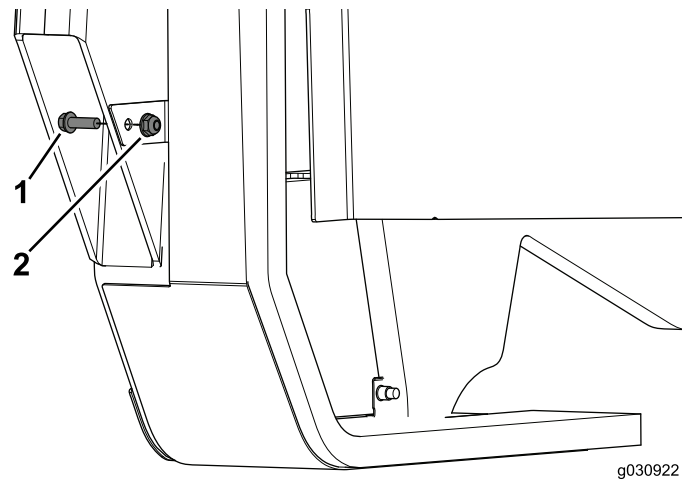

图30
3. 用 1 个螺栓 (1/4 x 3/4 英寸) 和凸缘螺母 (1/4 英寸) 完成面板组件的安装 (图30)。